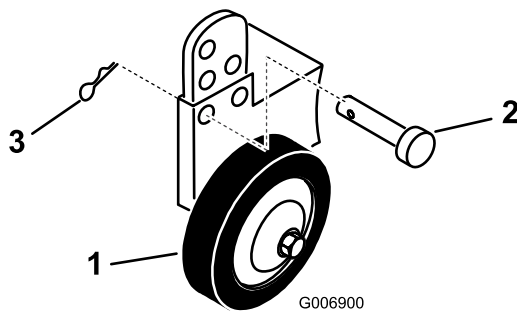

Figure 8
- A. Enlevez la goupille fendue et l'axe pour changer de trou (Figure 8).
- B. Choisissez le trou requis pour que la roue de jauge soit à 10 mm du sol pour la hauteur de coupe utilisée (Figure 8).